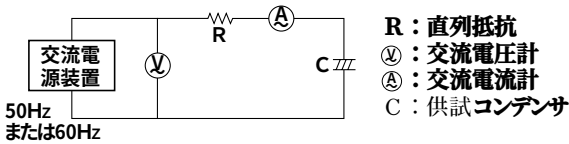

図 2-5
(1) (図 2-5) に示す回路において、供試コンデンサの定格静電容量値により直列抵抗Rを (表 2-1) より決める。